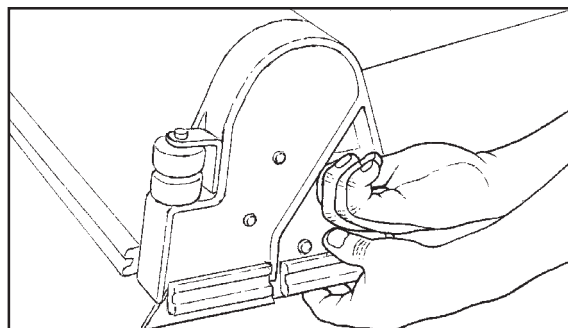

**Figuur 21**
4. Om de borstel te verwijderen, draait u de borstel met een snelle draai in dezelfde richting als de schrobtrotatie totdat de borstel losraakt (Zie Figuur 21).